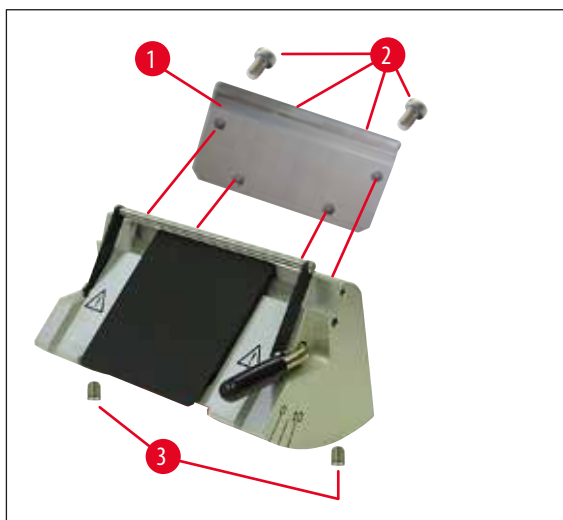
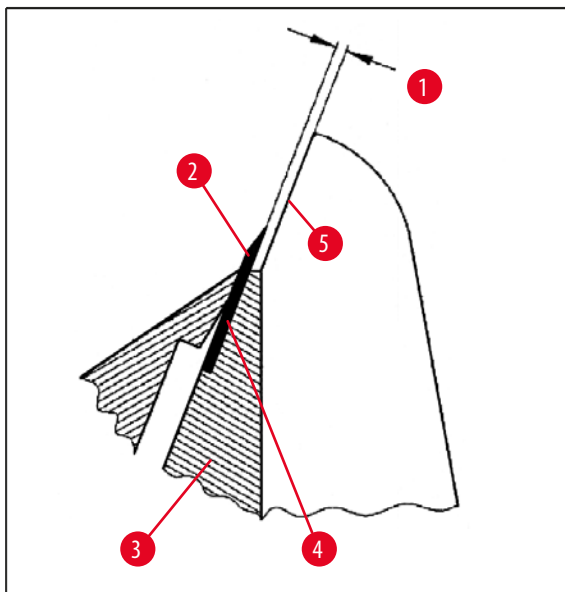

Fig. 34
Fig. 35
- Când efectuați instalarea, asigurați-vă că marginea superioară a plăcii de presiune (→ Fig. 40-4) este paralelă și la nivel cu marginea superioară a plăcii de presiune din spate (→ Fig. 40-2) (consultați și (→ p. 43 – Fig. 34), (→ p. 44 – Fig. 35)). Dacă este necesar, reglați plăcile de presiune (→ p. 46 – 5.9.10 Prezentare generală – accesorii).